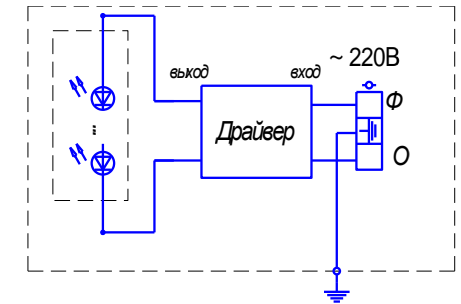

Рис. 2
- г) подключить провода к клеммной колодке в соответствии со схемой (рис. 2);